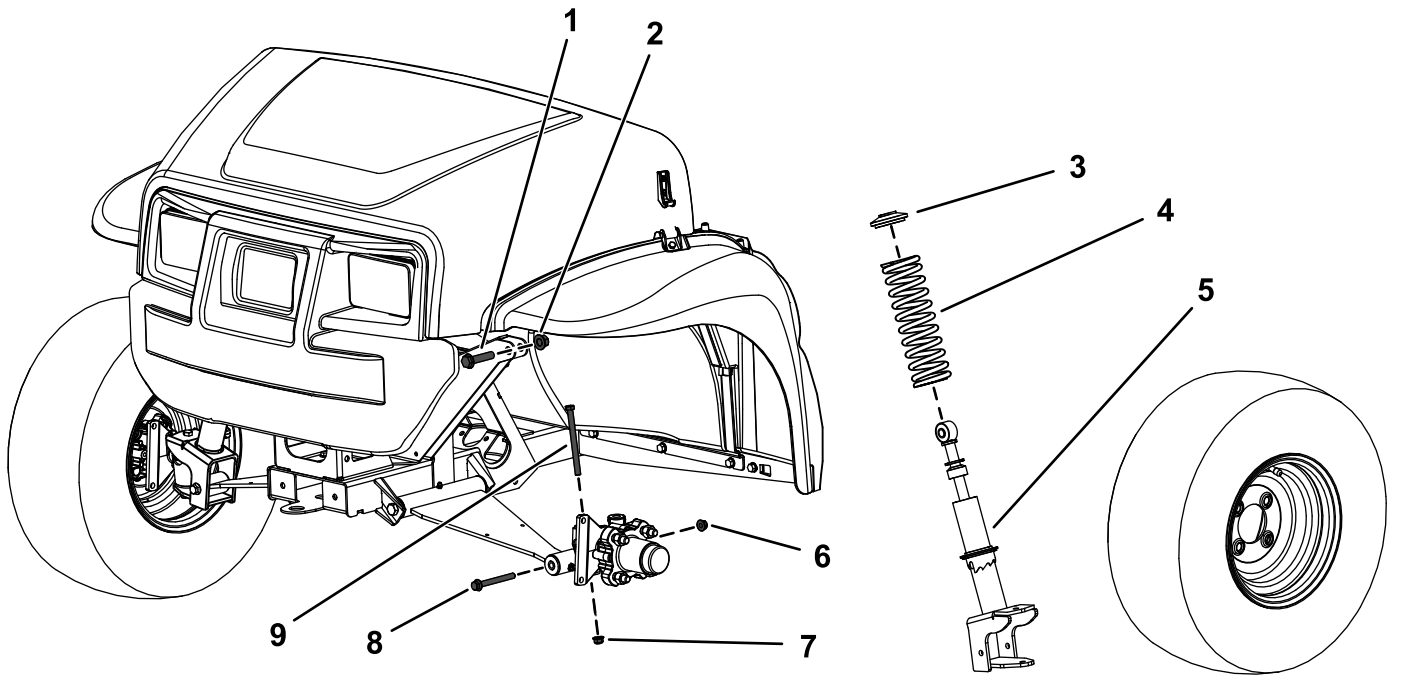

Figura 2
3. Retire el perno de cabeza hexagonal ($\frac{3}{8}$ " x $4\frac{3}{4}$ ") y la tuerca con arandela prensada ($\frac{3}{8}$ ") del eje (Figura 2).
4. Retire el perno de cabeza hexagonal ($\frac{3}{8}$ " x $3\frac{1}{2}$ ") y la tuerca con arandela prensada ($\frac{3}{8}$ ") del brazo de control (Figura 2).
5. Retire el perno de cabeza hexagonal ($\frac{1}{2}$ " x $2\frac{1}{4}$ ") y una contratuerca ($\frac{1}{2}$ ") que fijan el conjunto del montante al bastidor superior (Figura 2).
6. Retire el conjunto del montante (Figura 2).
3. Retire el muelle del conjunto del montante (Figura 2).
4. Instale el nuevo muelle sobre el conjunto del montante existente (Figura 2).
2. Sujete la parte superior del conjunto de montante al bastidor con el perno de cabeza hexagonal superior ($\frac{1}{2}$ " x $2\frac{1}{4}$ ") y una contratuerca ($\frac{1}{2}$ ") tal y como se muestra en la Figura 2.
4. Instale el perno de cabeza hexagonal ($\frac{3}{8}$ " x $4\frac{3}{4}$ ") y la tuerca con arandela prensada ($\frac{3}{8}$ ") en el eje (Figura 2).
6. Sujete la parte inferior del conjunto del montante al brazo de control con el perno de cabeza hexagonal ($\frac{3}{8}$ " x $3\frac{1}{2}$ ") y una contratuerca ($\frac{3}{8}$ ") tal y como se muestra en la Figura 2.